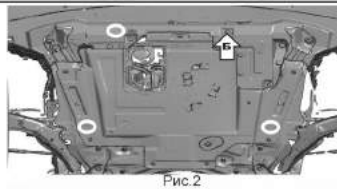

Рис.2
3. Приложить пыльник и отметить на нём расположение отверстий с закладными (А) (рис. 2). Просверлить отмеченные места.
3. Установить пыльник обратно с помощью штатного крепежа, кроме отверстия (Б) (рис.2).